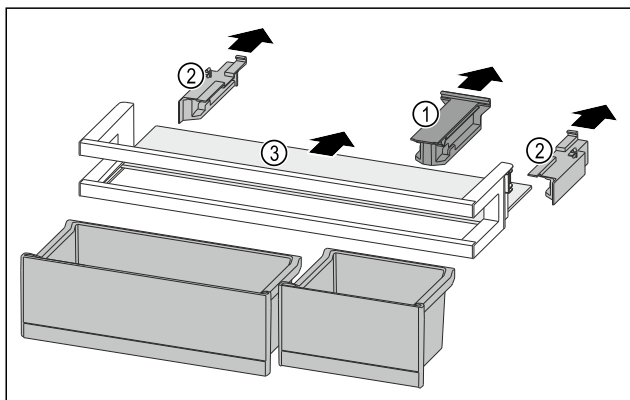

Fig. 125
- Držák Fig. 125 (1) stáhněte.
- Boční díly Fig. 125 (2) stáhněte.
- Odkládací plochu Fig. 125 (3) odeberte.